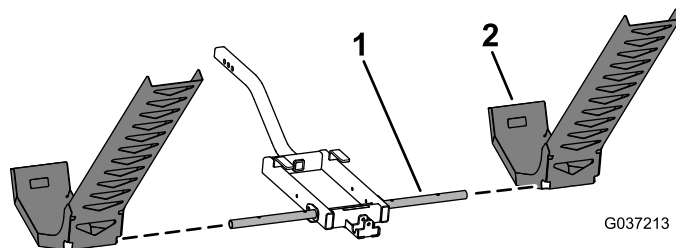

Figura 4
3. Fate scorrere le rampe della concimatrice di sinistra e destra sull'albero di articolazione della concimatrice (Figura 4).